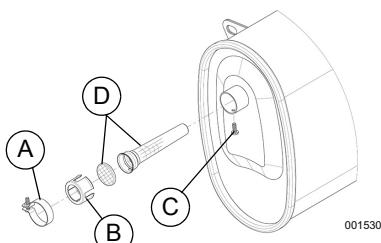

Figura 4-5. Tamiz del supresor de chispas
- Vea la **Figura 4-5**. Afloje el tornillo y retire la abrazadera del retenedor (A) y el retenedor (B).
- Retire el tornillo del retenedor (C) del tubo de salida del silenciador.
- Retire el tamiz (D) y sustitúyalo si está desgarrado, perforado o dañado de alguna otra forma. Si el tamiz no está dañado, límpielo con solvente comercial.